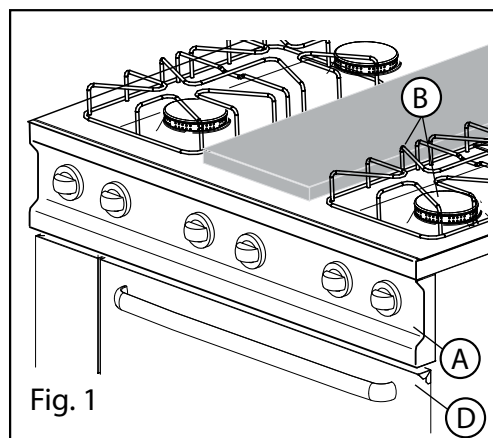

Fig. 1
1. Démontez le tableau de commande et les poignées (par ex. Fig. 1/A)
2. **Cuisine:** ôter les grilles et la calotte de brûleur (par ex. Fig. 1/B)
- Four:** ouvrir la porte (par ex. Fig. 1/D).